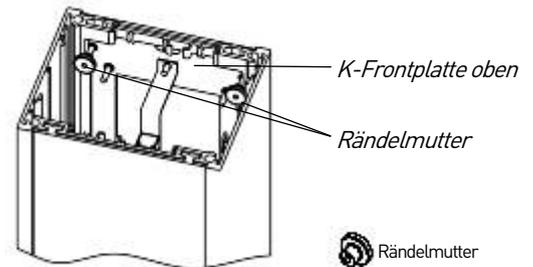

Abb. 15: K-Frontplatte oben de-/montieren
- ▶ Schrauben Sie die beiden Rändelmutter, die sich oben im Inneren des Säulenprofils befinden, ab (Abb. 15).
- ▶ Ziehen Sie die beiden Rändelmutter fest (Abb. 15).
- ▶ Demontieren bzw. montieren Sie die K-Frontplatte unten analog zur K-Frontplatte oben (Abb. 15, 16 und 17).